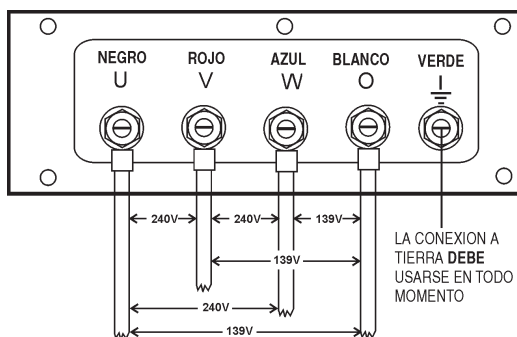

Figura 23. Contactos de las terminales de salida conexiones trifásicas 240/139V
2. Conecte los alambres de carga a los **contactos de las terminales de salida** como se muestra en la Figura 23.